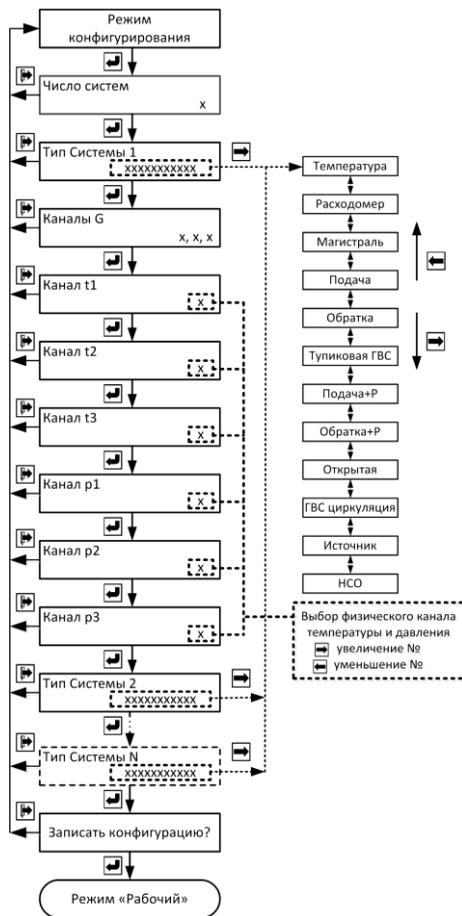

Рис. 9.1
9.2.2 Порядок перехода между окнами в «Режиме конфигурирования» изображён на рис. 9.1. Выбор количества систем и типа каждой системы осуществляется при помощи кнопок «вправо» или «вле-